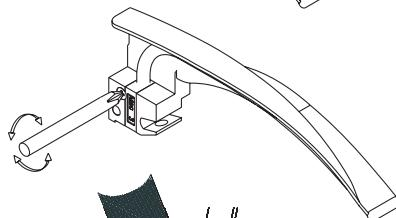

Fig 5
5. Per rimuovere la guida di luce, innanzitutto rimuovere la vite A per consentire la rimozione della leva B come mostrato in Fig. 5. Il meccanismo di leva della lama può richiedere articolazione, prima che la guida di luce possa essere staccata dalla lama.
5. To remove the light guide, first remove screw A, to allow removal of lever B as shown in Fig 5. The blade levering mechanism may require articulation, before the light guide can be detached from the blade.